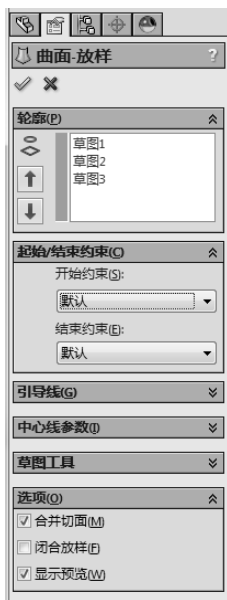

图 6-55 设置放样曲面属性
- [5] 设置放样曲面属性，在“轮廓”中选择“草图 1”、“草图 2”、“草图 3”，在“选项”中选择“合并切面”、“显示预览”，如图 6-55 所示。